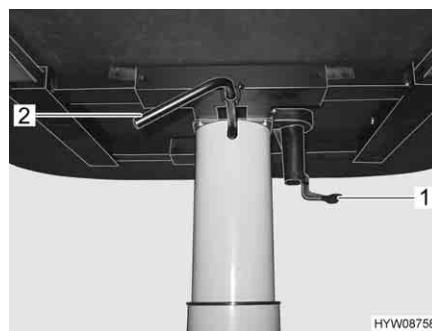

Fig. 56 Regolazione del tavolo rialzabile
- Tirare verso il basso la leva di serraggio (Fig. 56,1).
- Ruotare la leva (Fig. 56,2) che si trova sotto il piano del tavolo verso il basso. Il meccanismo di sollevamento nel piede del tavolo viene sbloccato.
- Ruotare la leva (Fig. 56,2) che si trova sotto il piano del tavolo verso il basso. Il piano del tavolo va automaticamente verso l'alto fino al fine corsa.